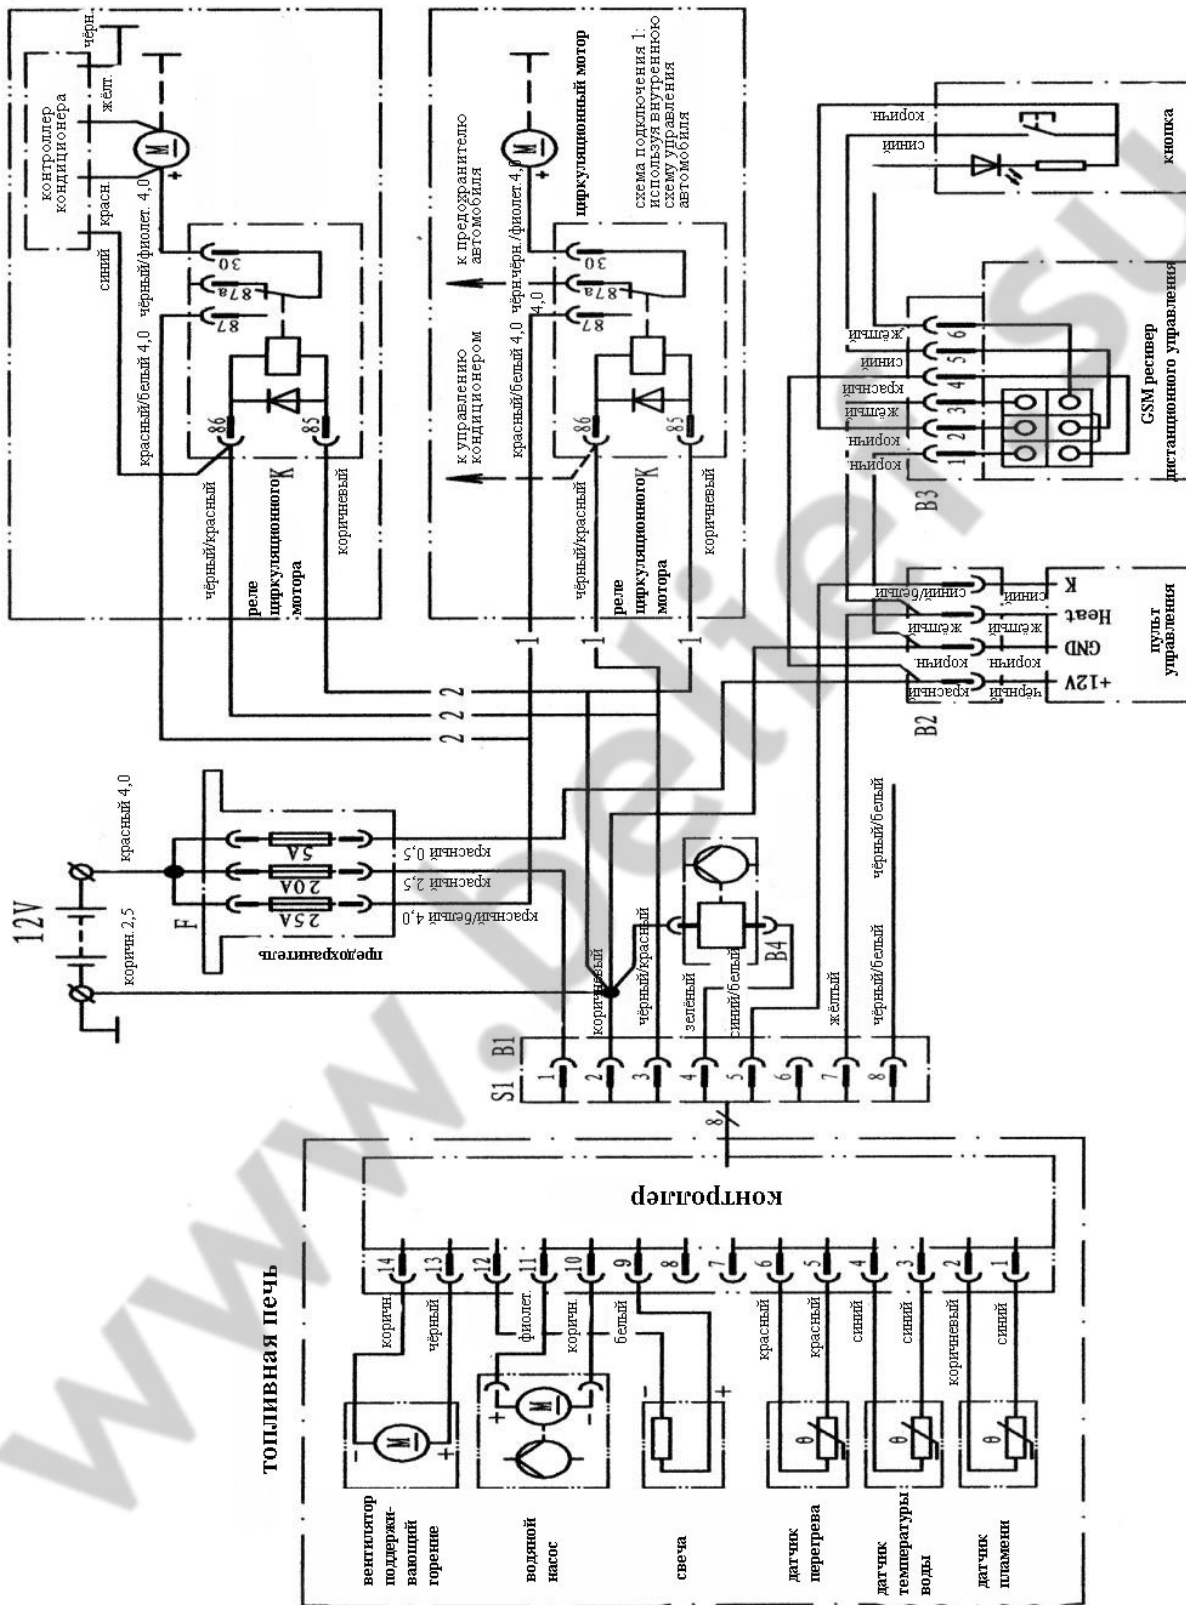
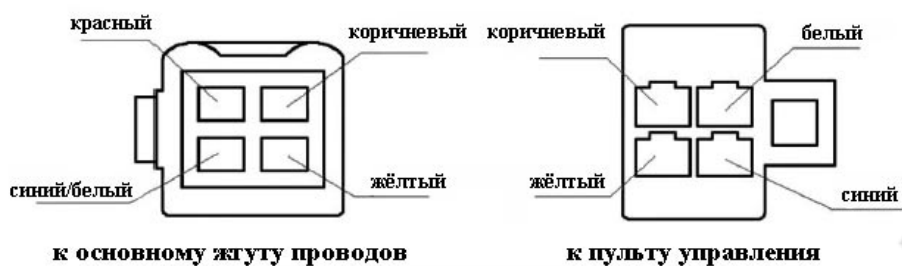

Рис. 10
Рис. 11
Электрическая схема печки представлена на Рис. 10.
4.6.5 Для компонентов, соединительные провода которых должны проходить через маленькие отверстия (например, пульт дистанционного управления), необходимо сперва пропустить эти провода через отверстия и только потом подсоединять их к разъёму. По этой причине эти провода не подсоединяются к разъёмам на заводе. Подключение проводов выполняется в соответствии с Рис. 10. Вам просто необходимо сделать правильные подключения. Подсоединение пульта дистанционного управления осуществляется в соответствии с цветом проводов и серийными номерами клемм на разъёме. Схему подсоединения смотрите на Рис. 11.
5.5.2 Перед использованием установите в приёмник SIM карту сети GSM. Установите антенну. Закрепите устройство и внешнюю кнопку в соответствующем месте и подключите провода в соответствии с Рис. 10.